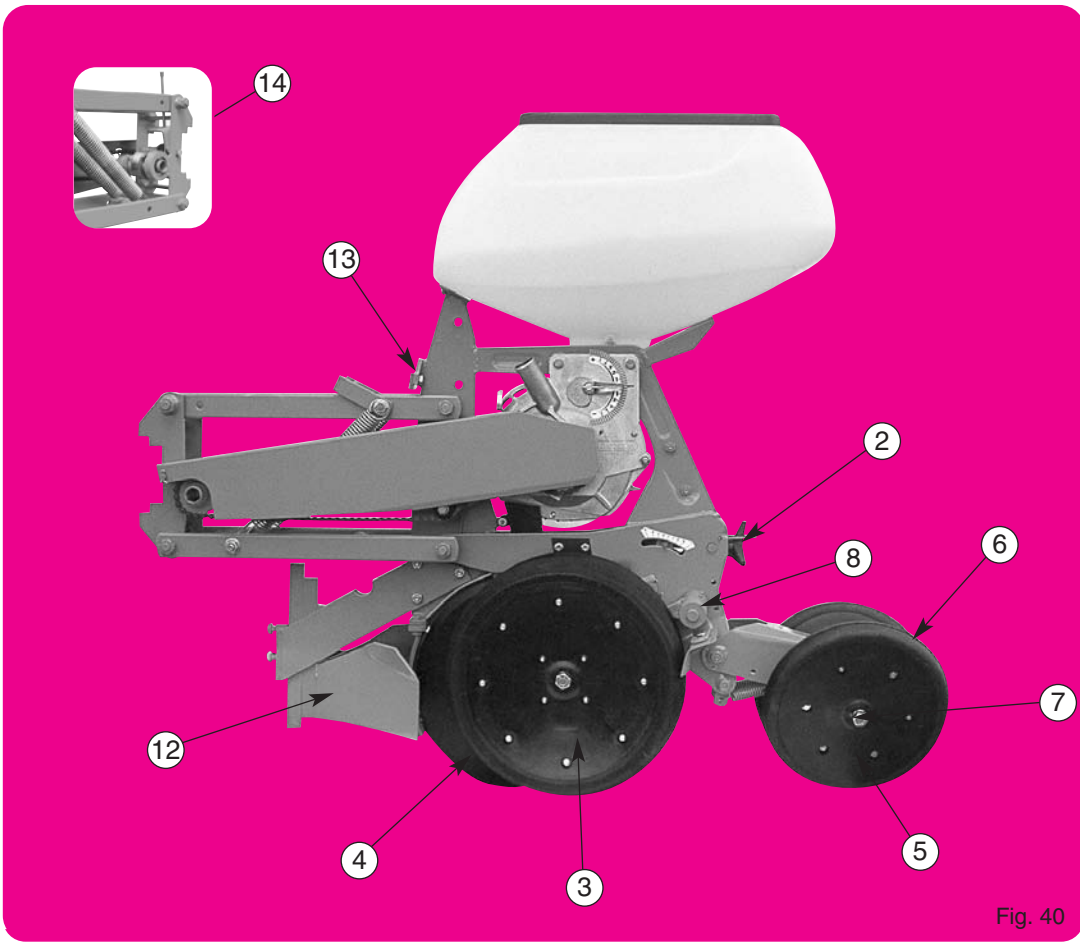

Fig. 40
- Coupure de rang mécanique à levier ⑭ (fig. 40).
- Lever-operated mechanical row cutting ⑭ (fig. 40).
- Mechanische Säreihenabschaltung mit Hebelbedienung ⑭ (Abb. 40)